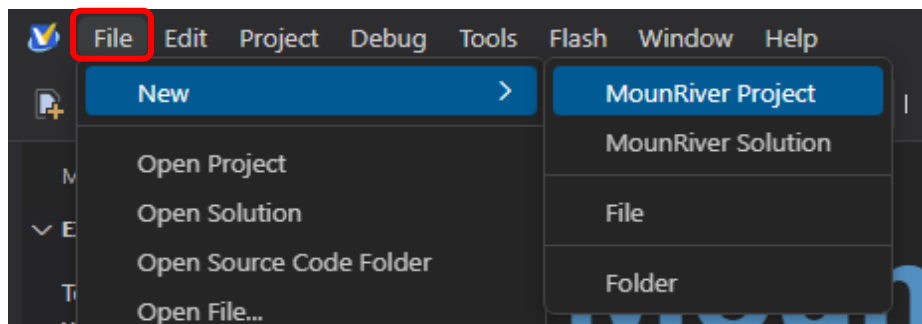

Imagen 1. Pestaña para crear proyecto.
1. En la ventana principal deberá dar clic izquierdo en File (Recuadro Rojo), posteriormente en New y MounRiver Project (Recuadros azules) como se muestra en la imagen 1, cabe mencionar que hay una opción directa en la ventana principal de MounRiver Studio con el nombre de Create MounRiver Project.